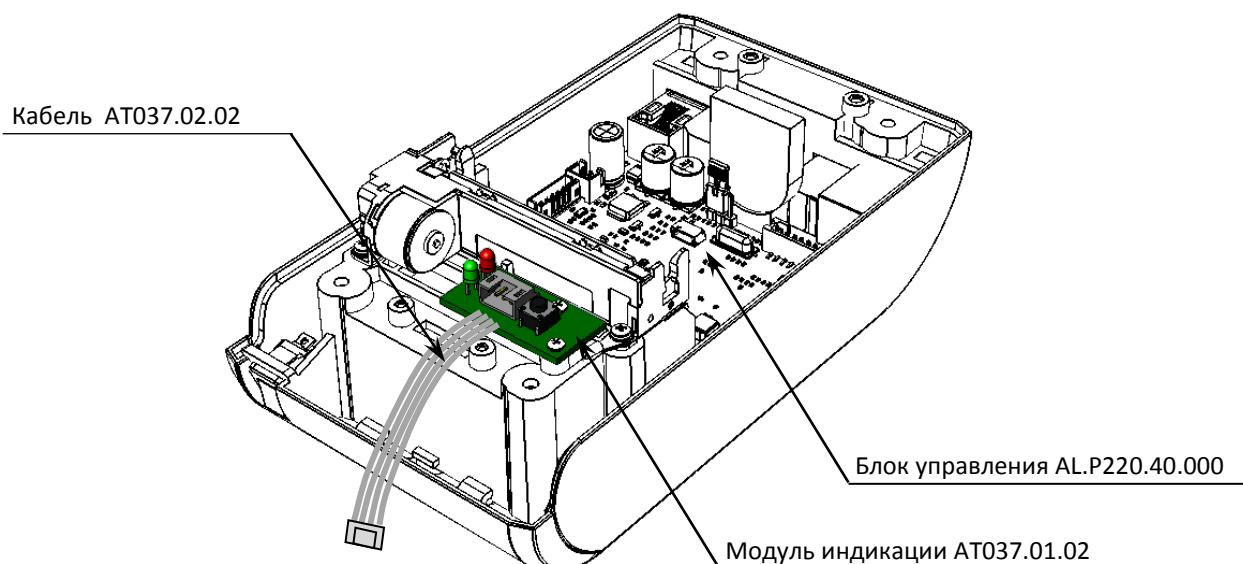

Рисунок 10. Расположение модуля индикации AT037.01.02 в корпусе ККТ
- **БУ** AL.P220.40.000 rev.1.1 / AL.P220.40.000 rev.1.2 устанавливается на нижнюю часть корпуса (смотрите рисунок 10).